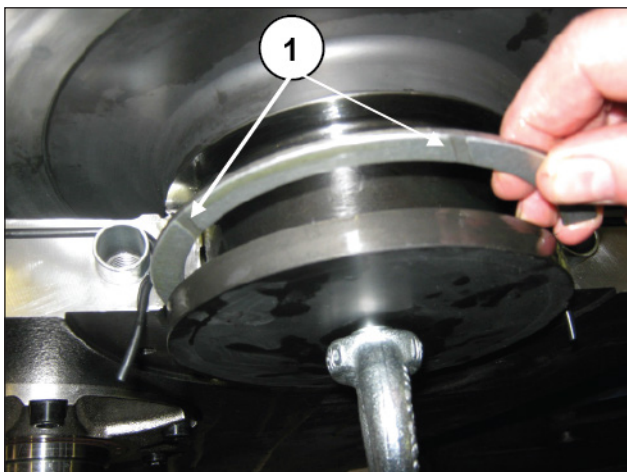

Рис. 101
Упорные кольца должны быть установлены так, чтобы сточные канавки на их плоскости были обращены к внутреннему и внешнему заплочикам коленчатого вала (поз. ①, Рис. 99 и Рис. 101).